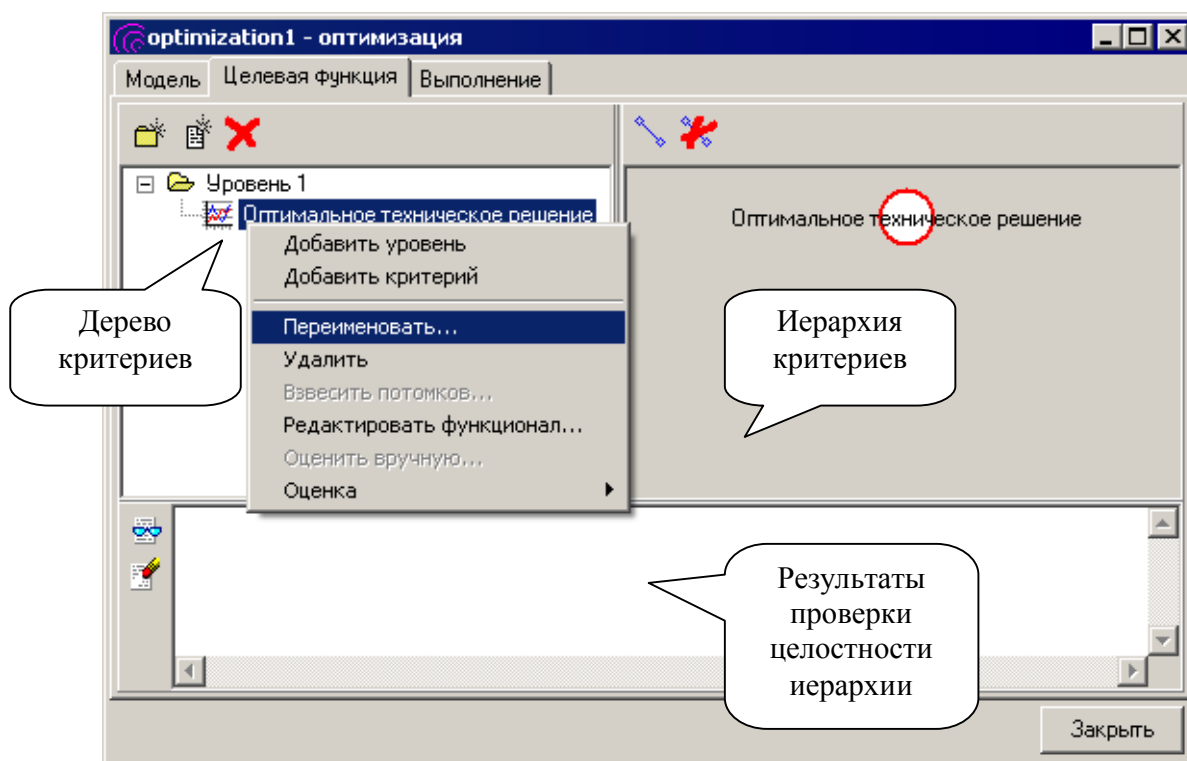

Рис. 5.11. Оптимизация: целевая функция
По умолчанию иерархия критериев включает единственный узел *Оптимальное техническое решение*, см. рис. 5.11. Переименуем узел **Оптимальное техническое решение** в **Сила реакции**.
2. В дереве критериев (см. рис. 5.11) выберите **Оптимальное техническое решение**, вызовите контекстное меню и в нем выберите пункт **Переименовать**. Введите **Сила реакции** и нажмите **Enter**.